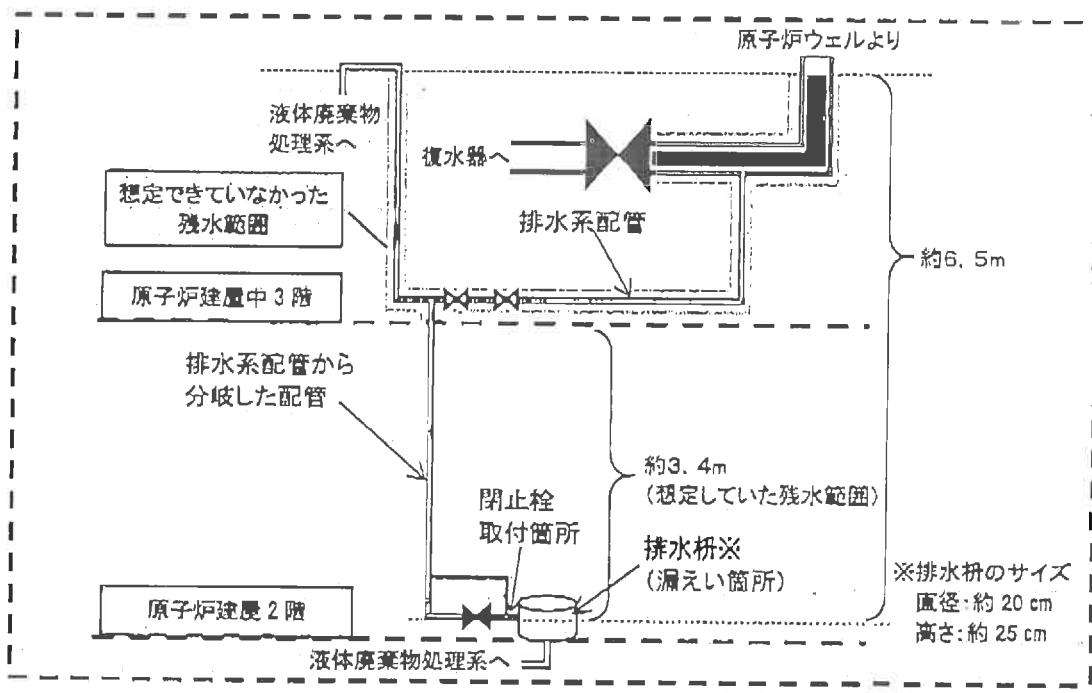

図2 I部 詳細図（配管内部の残水範囲）
- ③実際には液体廃棄物処理系へ繋がる排水系配管は立ち上がりっていたため、想定した範囲以上に洗浄水が残っており、閉止栓に高い圧力がかかっていました。(図2参照)